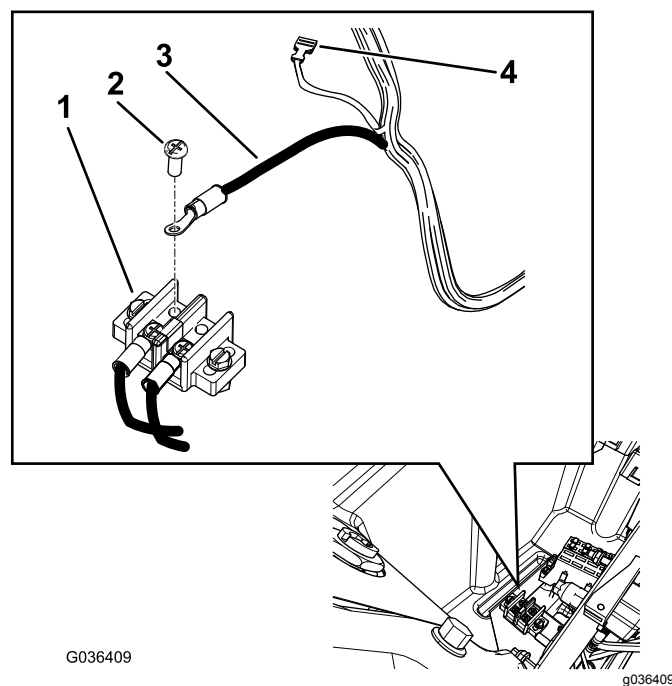

Figura 29
- B. Prenda o fio preto ao bloco de ligação à terra (Figura 29).